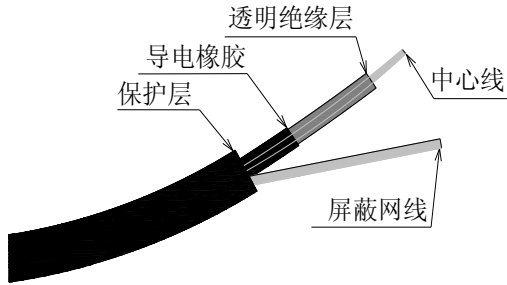
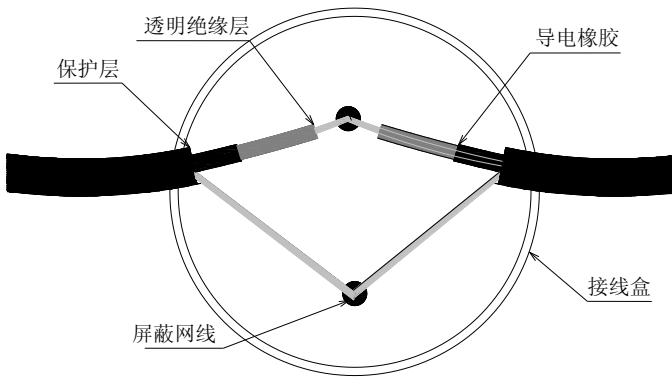

图 3-3 电极缆线结构示意图
图 3-4 电极缆线与延长缆线连接示意图
2、本仪器采用的电极缆线为 RG58 信号屏蔽线，结构示意见图 3-3。电极缆线和延长缆线在保护帽内的接线端子上连接，见图 3-4。注意应剥除透明信号轴线外包裹的黑色导电橡胶薄层。